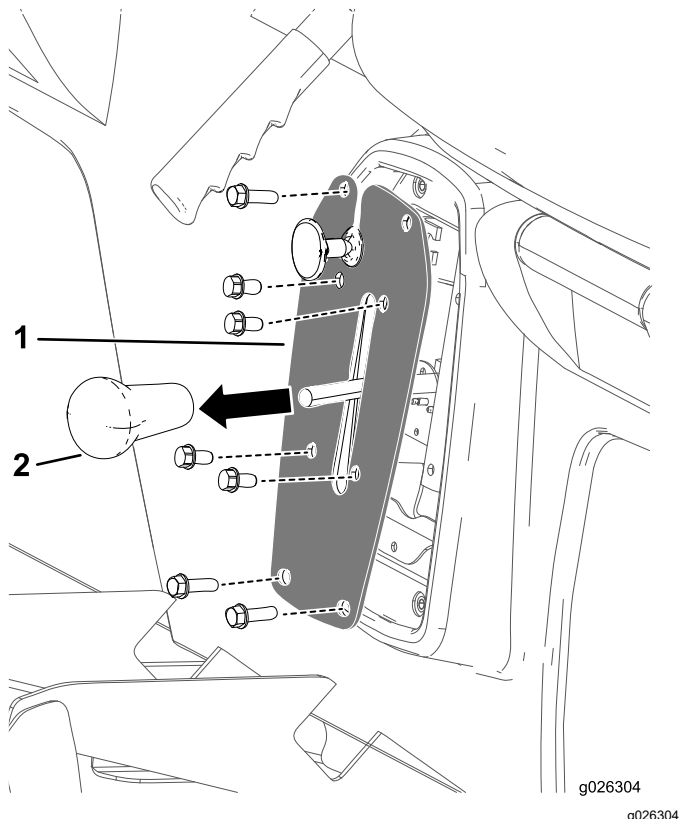

Figura 42
1. Rimuovete la manopola dalla leva del cambio (Figura 42).
2. Rimuovete i 4 bulloni che fissano la piastra del cambio alla staffa del cambio (Figura 42).
3. Rimuovete i 4 bulloni che fissano la piastra del cambio alla base del sedile e rimuovete la piastra del cambio (Figura 42).
4. Avvitare la manopola della leva del cambio e serratela manualmente (Figura 42).